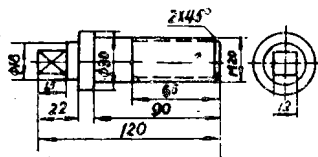

图1—1 螺杆
- 5、如图 1 — 1 所示之螺杆，其毛坯采用棒料，经过下列工艺过程而成为成品，试划分其工序、安装、工位、工步和走刀。